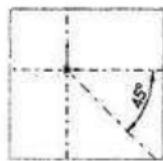

图 2-19 绘制中心线
- (1) 单击标准工具栏中的 (新建) 工具，新建一个文件。
- (2) 在特征管理器设计树中选择“前视基准面”，单击 (草图绘制) 工具进行草图 1 的绘制。接着单击草图工具栏中的 (中心线) 工具，过草图圆点分别绘制出如图 2-19 所示的中心线，并单击 (智能尺寸) 工具标注中心线之间的角度。